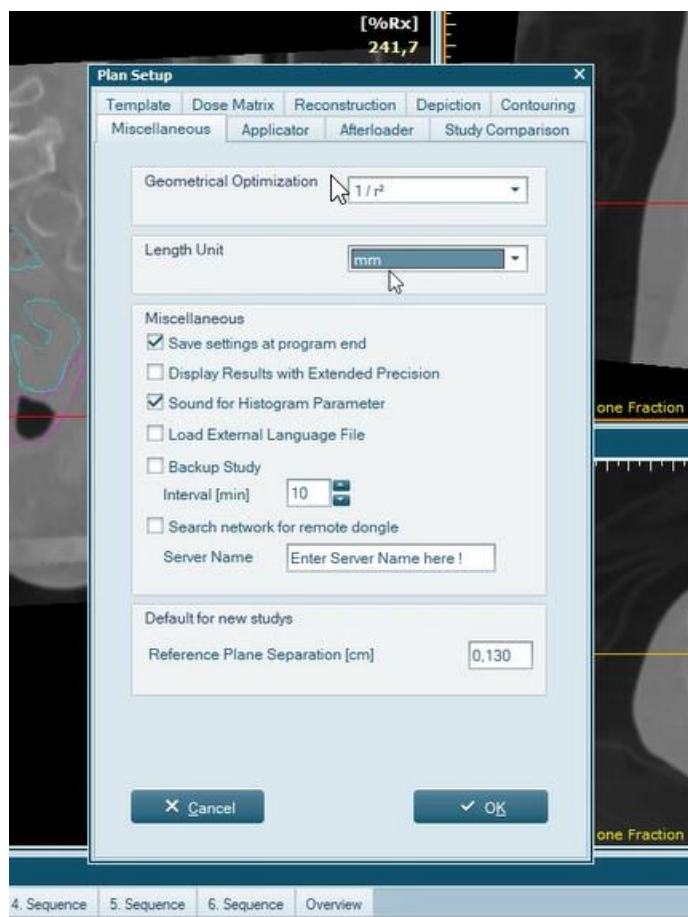

Figura 3 Na seção Plan Setup (Configuração do plano), em Miscellaneous (Diversos), a Length Unit (Unidade de comprimento)
2. Caso contrário, na seção *Plan Setup (Configuração do plano)*, em *Miscellaneous (Diversos)*, certifique-se de que a *Length Unit (Unidade de comprimento)* esteja definida como centímetros (consulte a Figura 3). Quando essa configuração estiver em vigor, não haverá problemas ao importar imagens de TC (a Etapa 3 não é necessária).